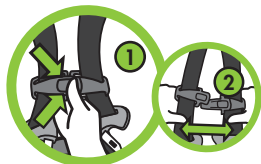

Figura 22
- Presione la lengüeta de liberación (1) y separe (2) para abrir, como se muestra en la **Figura 22**.